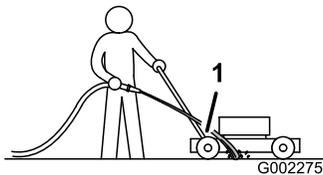

Figure 37
3. Tenez le tuyau d'arrosage à hauteur du guidon et dirigez le jet d'eau vers le sol, juste devant la roue arrière **droite** (Figure 37).